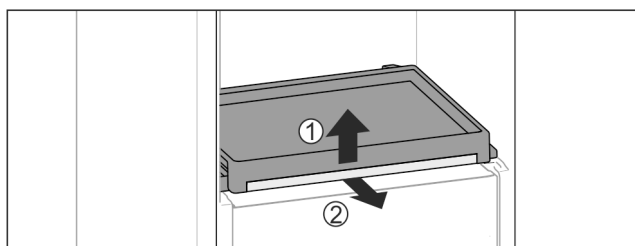

Fig. 113
- Uitschuifplateau met glasplaat eruit halen: Glasplaat aan de voorkant licht omhoog tillen Fig. 113 (1) en vanaf de voorkant eruit trekken Fig. 113 (2).